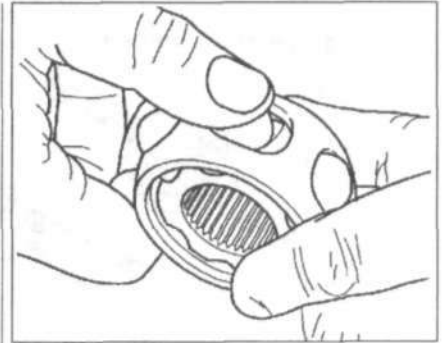

Рис. 9.36. Вставьте ступицу в обойму. Установите шарики в обойму.
6. Вставьте ступицу в обойму (рис. 9.36). Она может быть установлена в любое положение. Установите шарики в обойму.